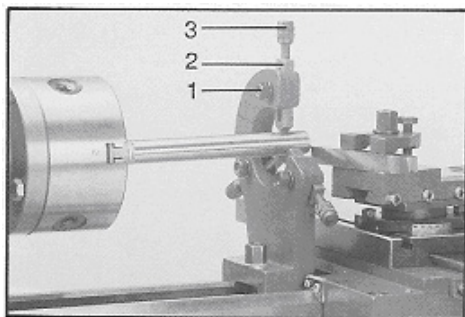

Рис. 20
Вращайте винты с накатной головкой (3, Рис. 20) пока все упорные губки (2) не соприкоснутся с заготовкой, не зажимая ее. Затяните шестигранные гайки (1).